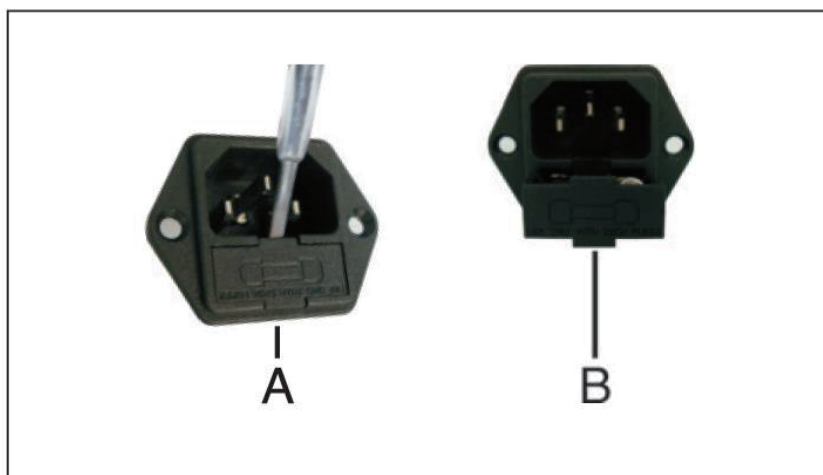

Figure 12
10.1 insérer la tête plate du tournevis dans la rainure du bloc fusible sous la prise de courant et l'utiliser comme levier (fig. 12 - ref.a);
10.2 retirer la boîte à fusibles (fig. 12-ref.b);
10.4 remettre le compartiment en place (fig. 12-ref.b).